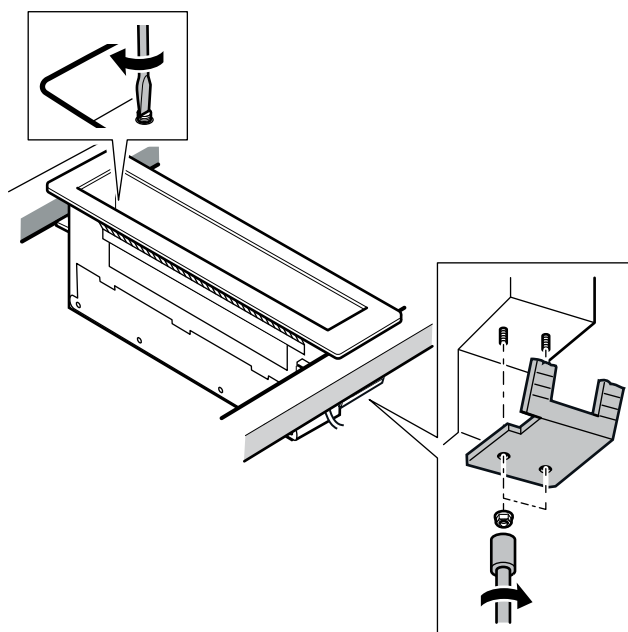

図13
4. 製品を開口に取り付け、手前側は前項で取り外した固定金具を使用し固定します。奥側は本体内部の調整ビスを回し、固定金具を天板の厚みに合わせて固定します。(図13)